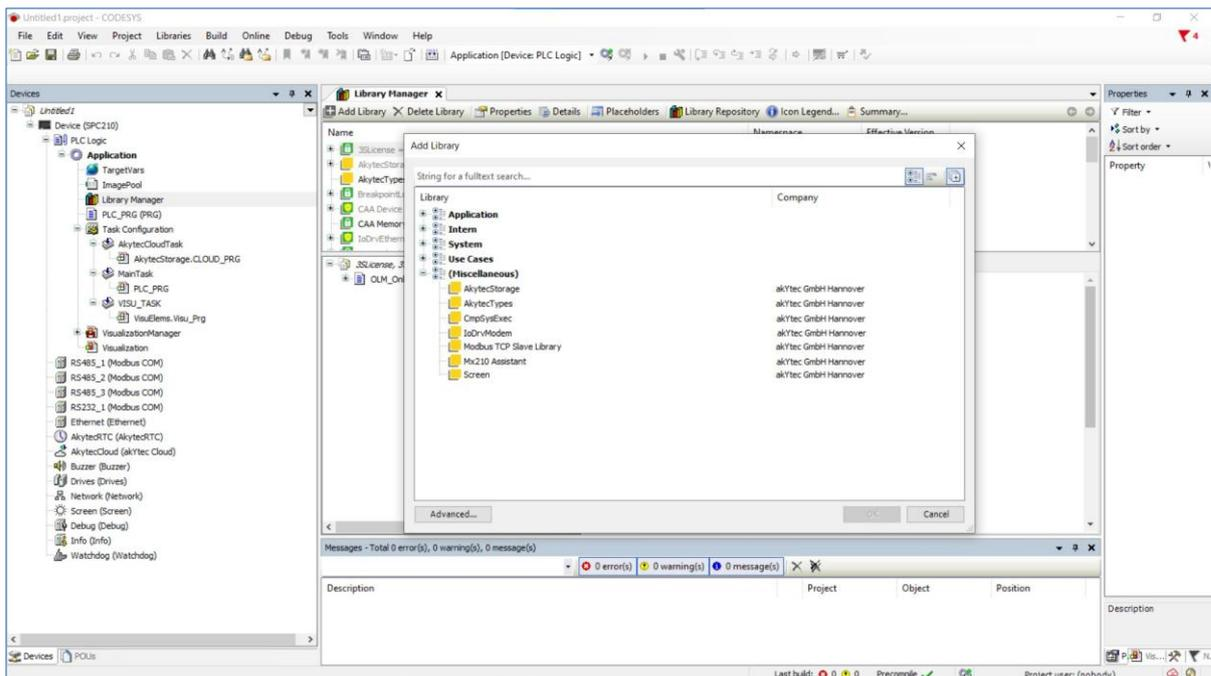

Abb. 15.2
1.2. Installieren Sie die Bibliothek **akYtec Communication**, falls noch nicht geschehen, und fügen Sie sie dem Bibliotheksmanager hinzu (Abb. 15.2).